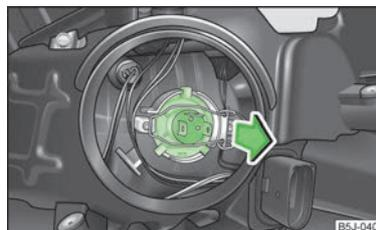

Fig. 144
- Retirar el conector en la bombilla, desbloquear el estribo de seguridad y extraer la bombilla » fig. 144.